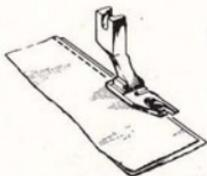

Fig. 46
- Sovrapporre i due pezzi di tessuto, con i loro diritti affacciati. Il bordo del tessuto inferiore deve sporgere di circa 3 mm. dal bordo di quello superiore (fig. 46),